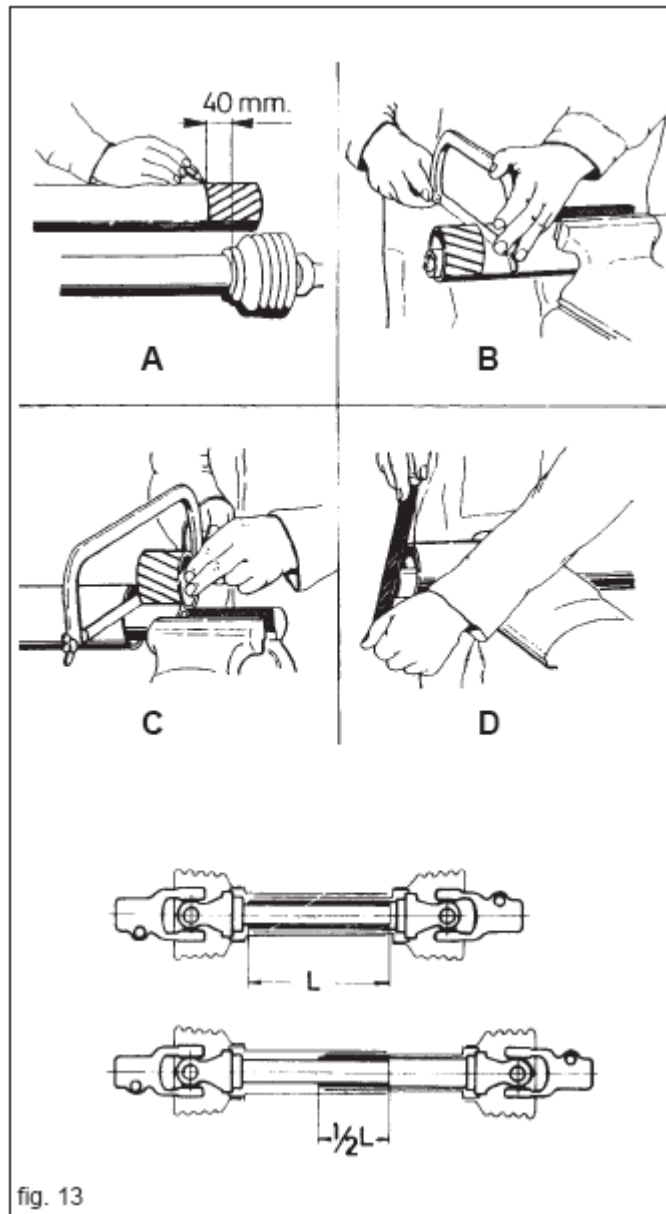

fig. 13
- Obydwie połówki wału możliwie jak najkrócej przybliżyć i odpowiednio oznaczyć (A, fig. 13).
- Skrócić zewnętrzną i wewnętrzną rurę osłonową (B fig 13).
- Odpowiednio skrócić zewnętrzny i wewnętrzny profil suwaka (C fig 13).
- Staranie usunąć rąbki, zukosować, oczyścić i nasmarować (D fig 13).